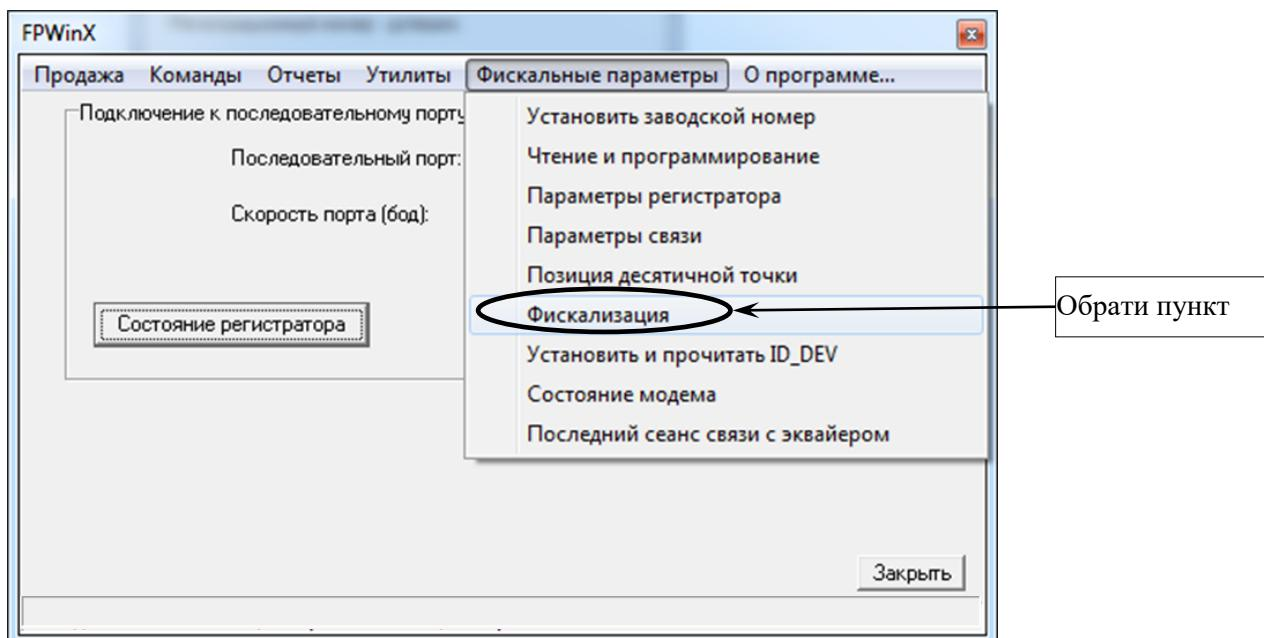

Рисунок 24
5.9 У вікні програми «FPWinX.exe» обрати закладку «Фискальные параметры», далі у випадаючому меню обрати пункт «Фискализация» (рисунок 24).